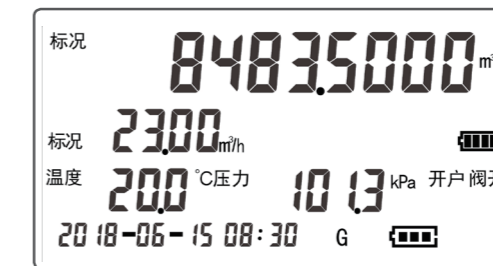

图 9
g. 开户后，第二屏界面如图 9 所示，分别显示标况总量、标况流量、温度、压力、时间以及电池等信息。当开户后“开户”显示。